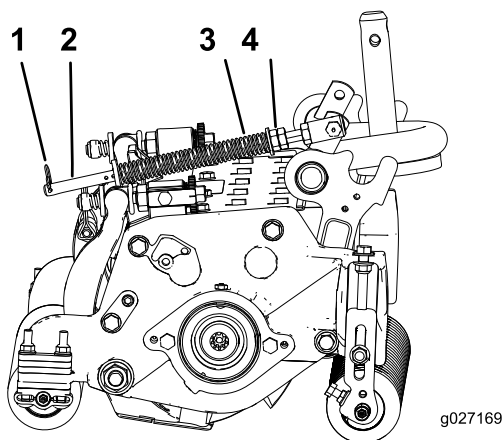

Figura 14
1. Asegúrese de que el pasador de horquilla está instalado en el taladro del extremo de la varilla del muelle (Figura 14).
2. Apriete las tuercas hexagonales del extremo delantero de la varilla del muelle hasta que la longitud comprimida del muelle sea de 12,7 cm; consulte Figura 14.